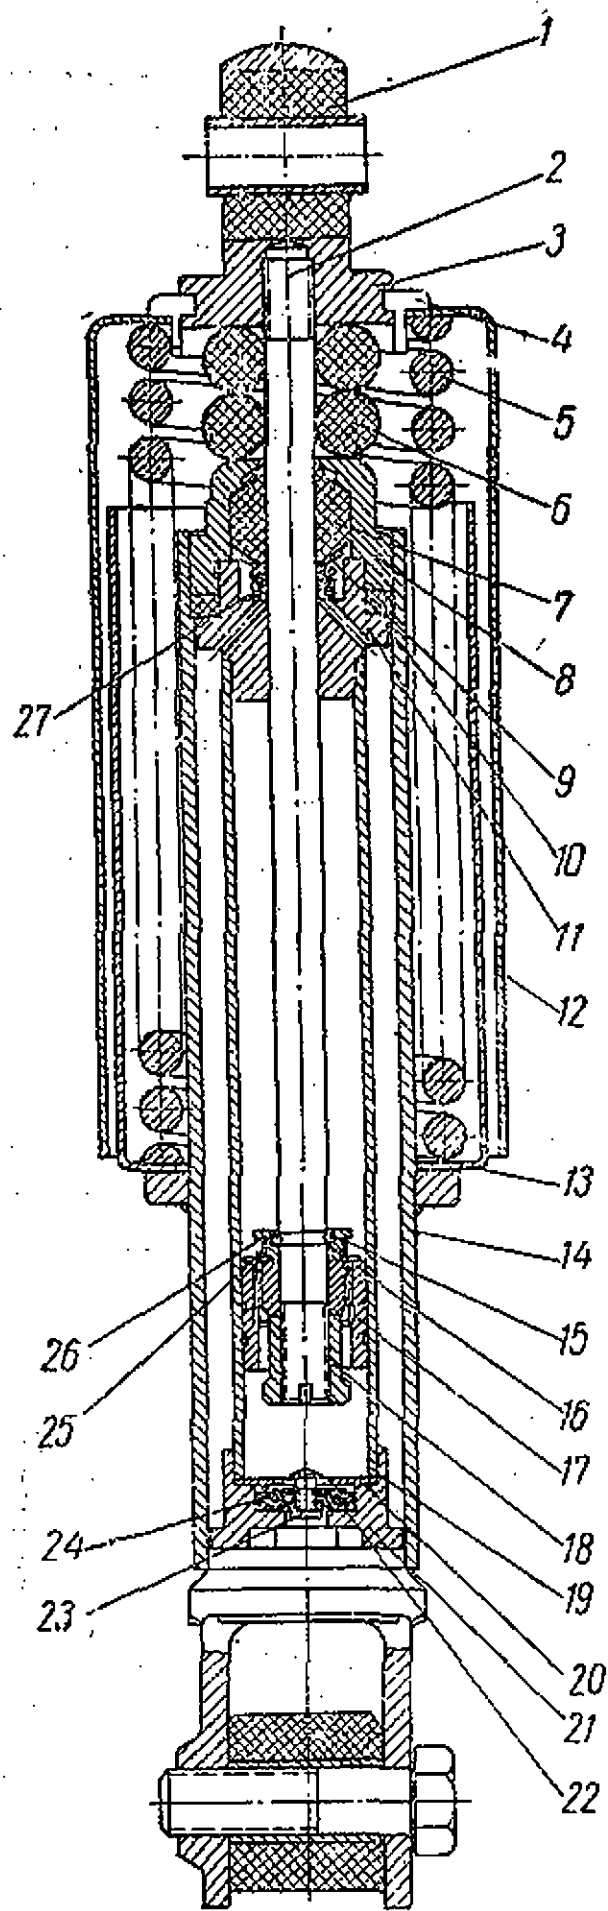

Рис. 20. Устройство амортизатора:
лические амортизаторы мотоцикла представляют собой легко-съемные и взаимозаменяемые узлы. Устройство амортизаторов показано на рис. 20. Полный ход амортизаторов составляет 75—87 мм (разница между свободной длиной и длиной в сжатом состоянии, когда буферы *б* сжаты приблизительно на 25%).
1) нажав на верхний кожух, опустить его на 5—10 мм и снять освободившиеся при этом сухари 4 (см. рис. 20). Если сухари в канавке наконечника ходят туго, их можно раздвинуть отверткой при отжатом кожухе. После этого верхний кожух, пружина 5 и нижний кожух легко снимаются;
1. Шток собирать в последовательности, обратной разборке («Разборка амортизаторов», п. 4). Стопорное кольцо 15 (см. рис. 20) перед посадкой упора 16 обжать по канавке штока, после чего оно должно полностью входить в выточку упора. При завинчивании гайки 18 необходимо следить за тем, чтобы клапан 26 не был зажат между поршнем и упором (если клапан был сильно зажат, то его обязательно нужно заменить, поскольку нарушена его плоскостность).